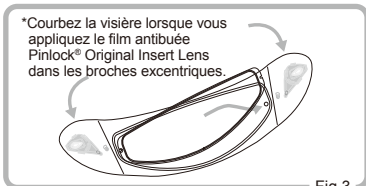

Fig. 3
- 2 Aplanissez complètement la visière avec précaution. Ensuite, encliquez l'autre côté du film antibuée Pinlock® Original Insert Lens dans les broches excentriques, puis laissez la visière reprendre doucement sa forme incurvée initiale. (Fig. 3, 4 et 5)